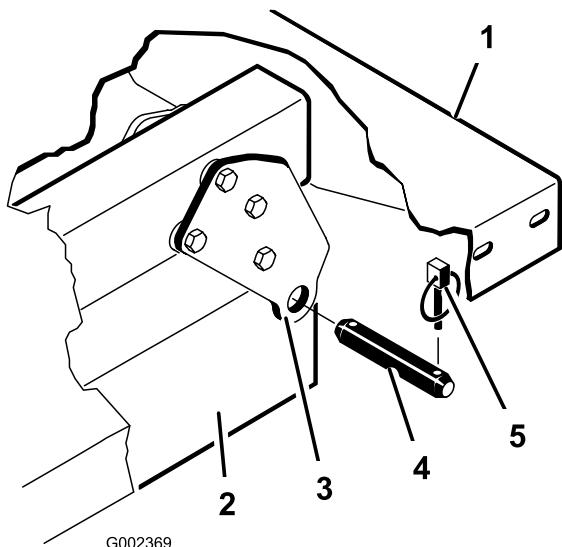

Figura 4
- Rimuovete gli acciarini ed i perni con testa che fissano le staffe orientabili ai profili del telaio (Figura 4).